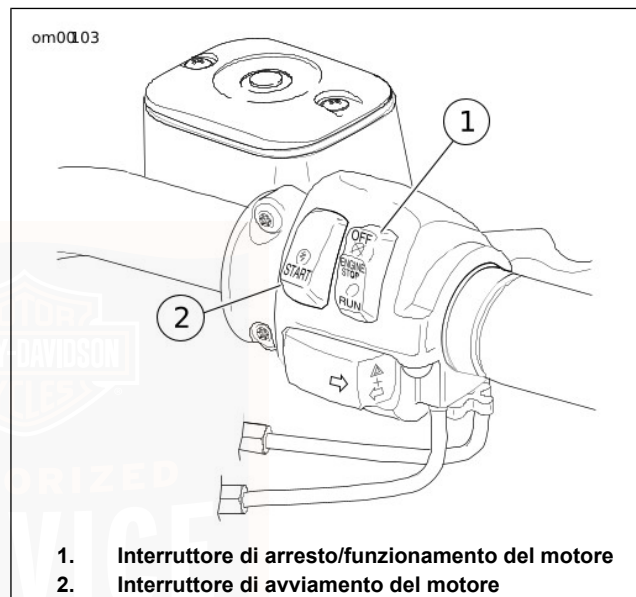

Figura 23. Comandi del semimanubrio destro
2. Vedere Figura 23. Girare l'interruttore di arresto/funzionamento del motore su FUNZIONAMENTO.